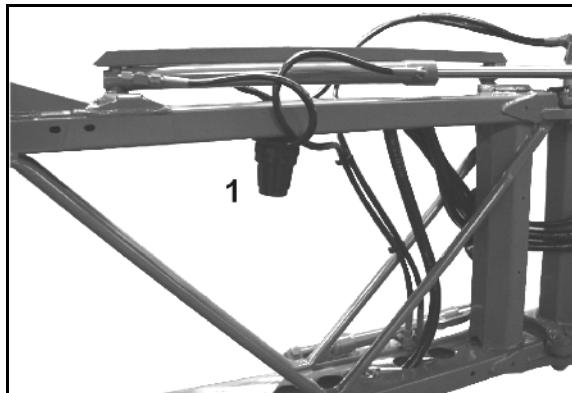

Fig. 202
2. Løsn skruerne (Fig. 202/1).
3. Tag ventildækslet (Fig. 202/2) af.
4. Kontrollér stempelmembranen (Fig. 202/4) og kileringen (Fig. 202/5).
1. Løsn skruen (Fig. 202/3), og tag stempelmembranen (Fig. 202/4) af stemplet sammen med holdeskiven.